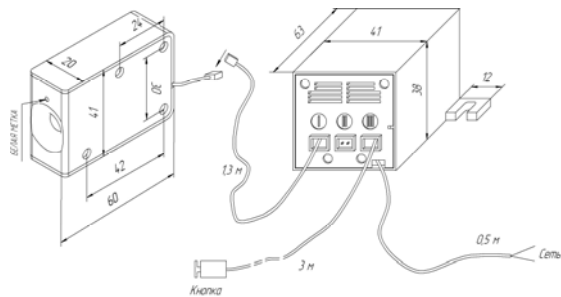

Рис. 2 Присоединительная схема замка
- Блок управления позволяет подключить до 2-х замков одновременно (разъёмы I и II; рис. 2);